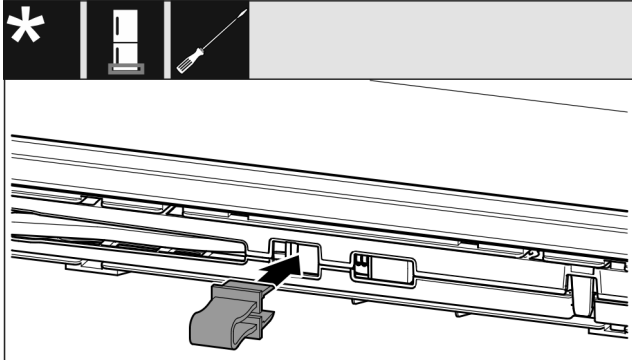

Fig. 14
- Nofiksējiet aizturi atverē. (skat. Fig. 14)